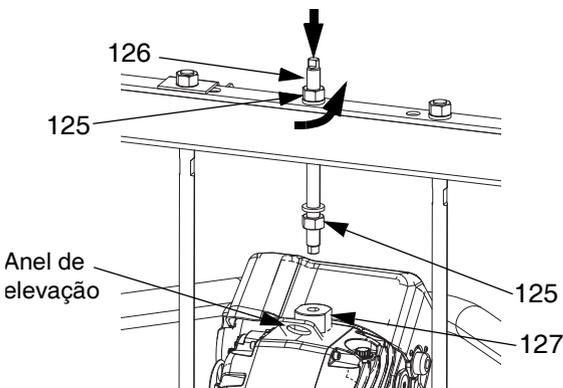

FIG. 41: Base de 55 galões
5. Desligar o acionador (AB):
- a. Prenda um gancho de elevação seguro ao anel de elevação do acionador. Solte a porca (125) abaixo da barra de cruzamento.
- b. Utilize a chave inglesa para segurar o adaptador do anel de levantamento (127) no lugar e solte a haste roscada (126) acima da barra de cruzamento com outra chave inglesa. Consulte a FIG. 41.